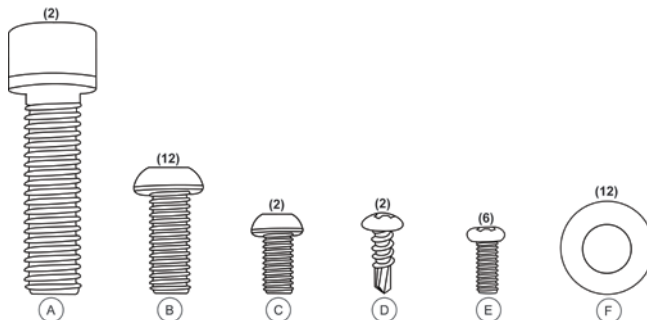
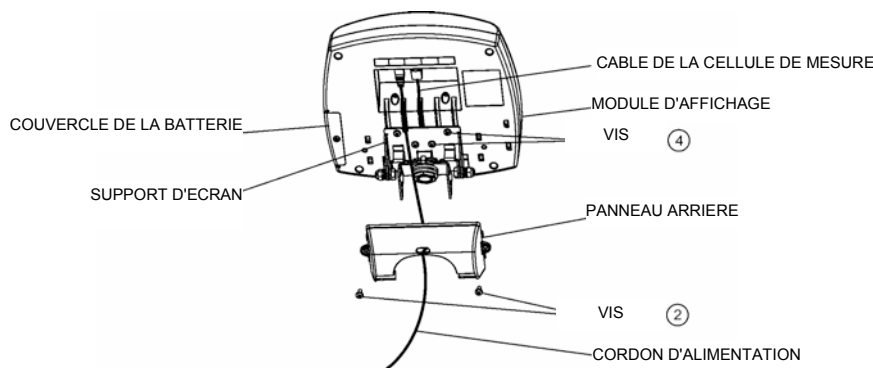

Figure 1
Figure 2
Matériel de montage (Figure 1)
- Faites glisser la main-courante centrale dans les supports correspondants sur la base et fixez la main-courante aux supports à l'aide de quatre (4) vis M8 1,25 x 3/4 (B), quatre (4) rondelles M8 (F) et la clé allen moyenne (cf. figure 1). Serrez légèrement les vis. **NE SERREZ PAS EXCESSIVEMENT.** Attendez l'étape 6 pour serrer.
- Fixez les mains-courantes latérales à la main-courante centrale et à la plateforme à l'aide des deux (2) vis M10 1,5 x 1 1/2 (A), huit (8) vis M8 1,25 x 3/4 (B) avec huit (8) rondelles M8 (F) et serrez légèrement.
- Fixez les poignées à l'arrière de la main-courante centrale à l'aide de deux (2) vis moyennes M6 1,0 x 1/2 (C) et serrez.
13. Tournez le support d'écran à 90°, puis placez le module d'affichage près du support d'écran. Branchez le connecteur du câble de la cellule de charge dans le port de la cellule de charge à l'arrière de l'écran, puis insérez et fixez le câble dans le conduit central de l'écran. Voir figure 2 ci-dessus. **Remarque** : Ne raccordez pas le cordon d'alimentation pour le moment. Attendez l'étape 19.
15. Insérez quatre (4) vis cruciforme à tête cylindrique M4 (5) dans le support d'écran métallique et serrez (voir Figure 1).
16. Fixez le support de l'adaptateur à la main-courante centrale à l'aide de deux (2) vis à tête n°8 x 1/2 (D), puis serrez-les.
17. Connectez l'adaptateur électrique au port d'alimentation de l'écran, puis insérez et rangez le câble dans la partie découverte du deuxième conduit à gauche à l'arrière de l'écran (cf. Figure 2 ci-dessus). Maintenez le cordon en place par la rainure de fixation sur le panneau arrière et alignez les grandes languettes du panneau arrière avec les fentes à l'arrière du module d'affichage. Pressionnez légèrement pour enclencher le couvercle et renforcez-le avec deux (2) vis cruciformes à tête cylindrique M4 (E). **Ne branchez pas le pèse-personne à une source électrique avant d'avoir complètement achevé l'assemblage du pèse-personne.**